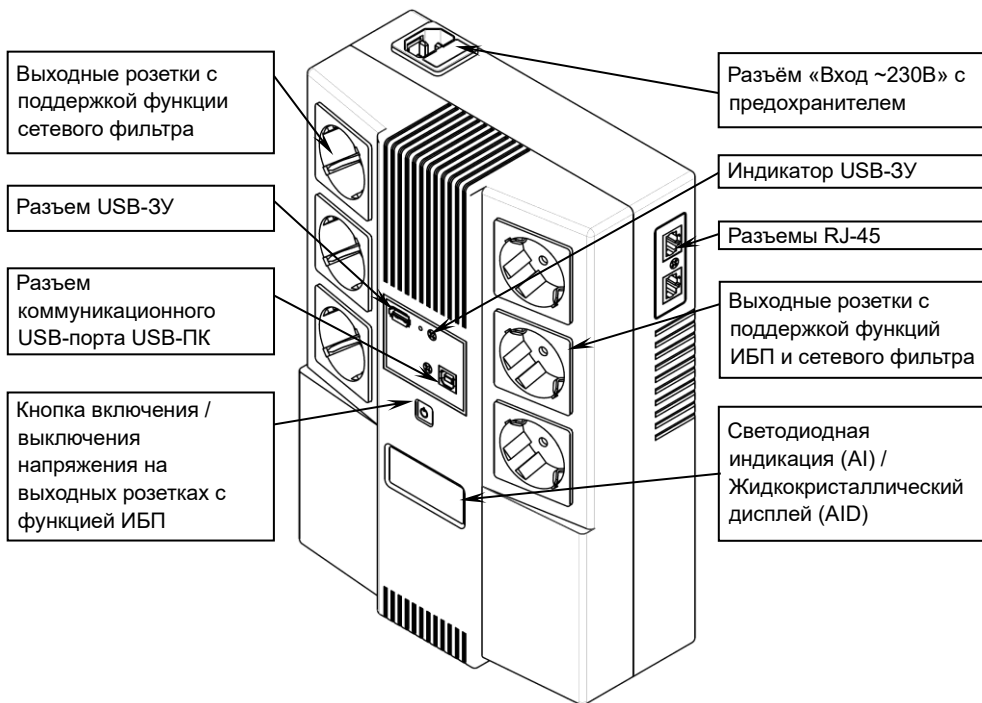

Рисунок 1 – Общий вид изделия
- возможность оперативного выключения/включения напряжения на выходах с функцией ИБП кнопкой, размещённой на передней панели (см. рисунок 1);
Источник имеет (см. рисунок 1):
После подключения изделия к источнику сетевого напряжения (см. раздел УСТАНОВКА И ПОДКЛЮЧЕНИЕ) включается индикатор «USB-3У» (см. рисунок 1), на выходных розетках с функцией сетевого фильтра появляется выходное напряжение, изделие осуществляет заряд встроенной АКБ, зарядное устройство USB активно.
Включение ИБП осуществляется кнопкой  (см. рисунок 1). После включения, в течение некоторого времени тестируется состояние входного сетевого напряжения, звучит длинный звуковой сигнал, все индикаторы светятся. Если уровень сетевого напряжения находится в допустимом диапазоне, изделие подаёт выходное напряжение на розетки с функцией ИБП (ИБП + СЕТЕВОЙ ФИЛЬТР), индикаторы режима работы от АКБ и неисправности гаснут, индикатор режима работы от сети остаётся включённым (мигает в режиме автоматической регулировки напряжения - для моделей AID). В противном случае ИБП включается в режим питания от АКБ (режим «РЕЗЕРВ»), индикатор режима работы от сети гаснет, а индикатор режима работы от АКБ остаётся включённым. Зарядное устройство USB остаётся активным.